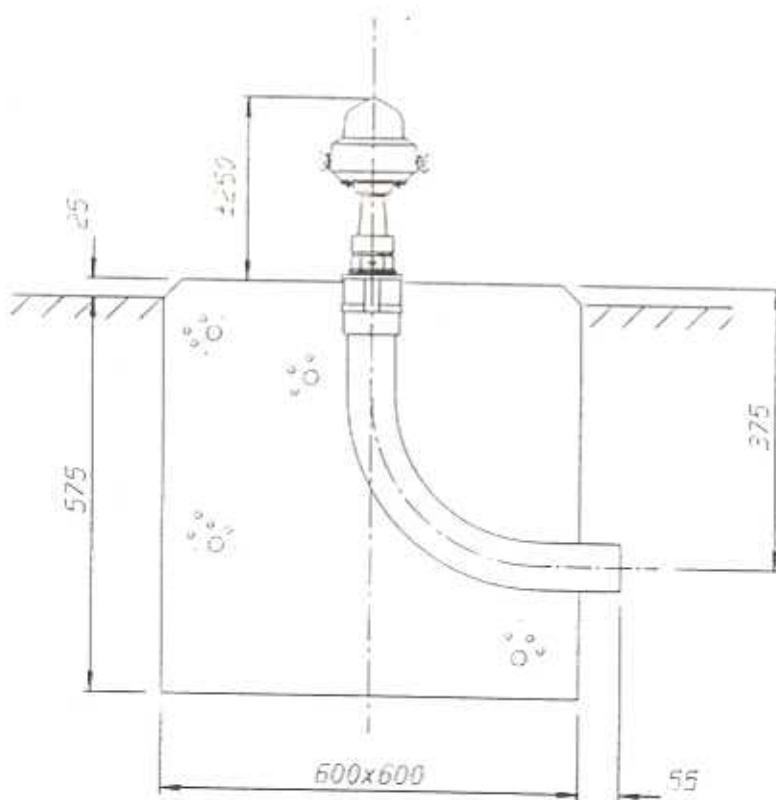

Fig. 5-6
- 5.6.1 Le feu est fixé sur un manchon 2" - 11FPP monté sur le tube coudé lequel est placé dans un massif en béton comme indiqué fig. 5-6.